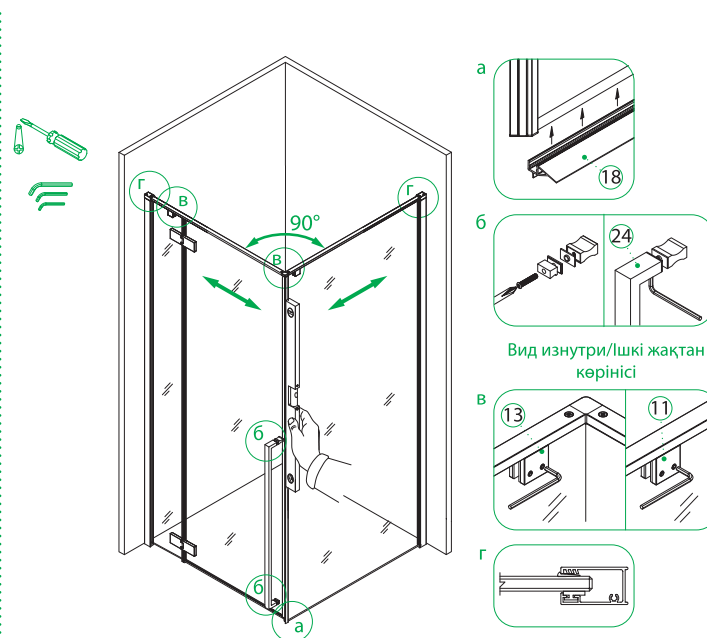

Рис. 13/13-сур.
- Установите нижний уплотнитель двери PVC (№18, рис. 13-а). Закрепите дверную ручку (№24, рис. 13-б). Выровняйте закаленные стекла с помощью уровня (рис. 13) таким образом, чтобы магнитные уплотнители плотно прилегли друг к другу, образовав ровный угол и все грани были под прямым углом — после чего сначала крепко зафиксируйте верхние держатели стекла (рис. 13-в), а после плотно закрепите уплотнители EVA в пристенные профили (рис. 13-г).